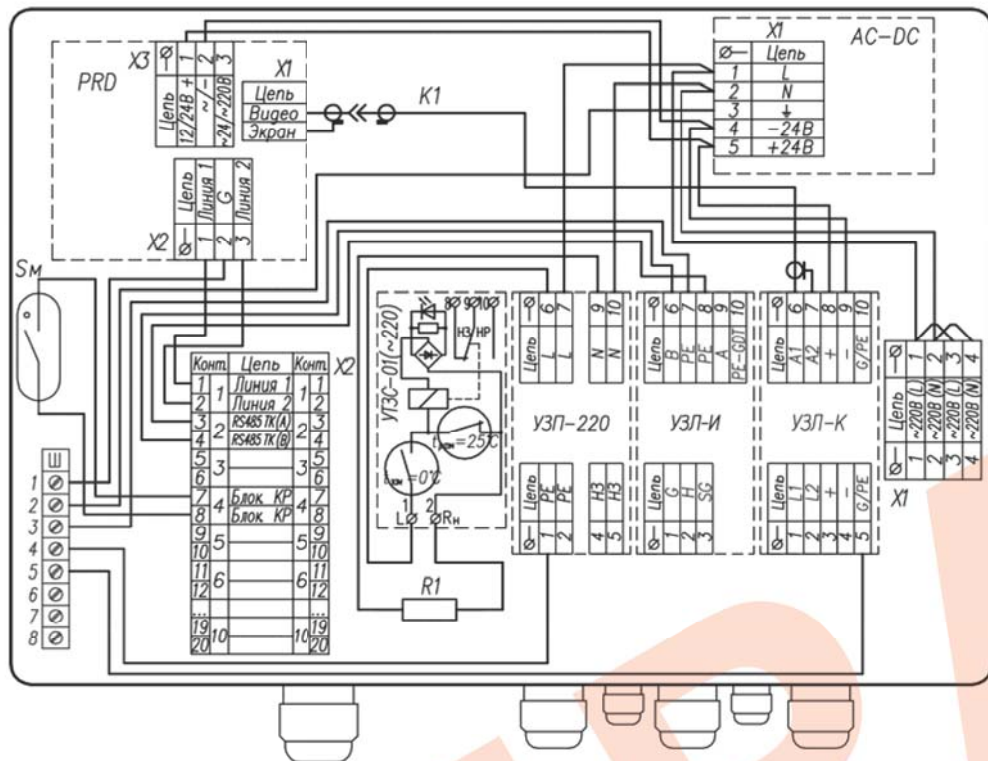
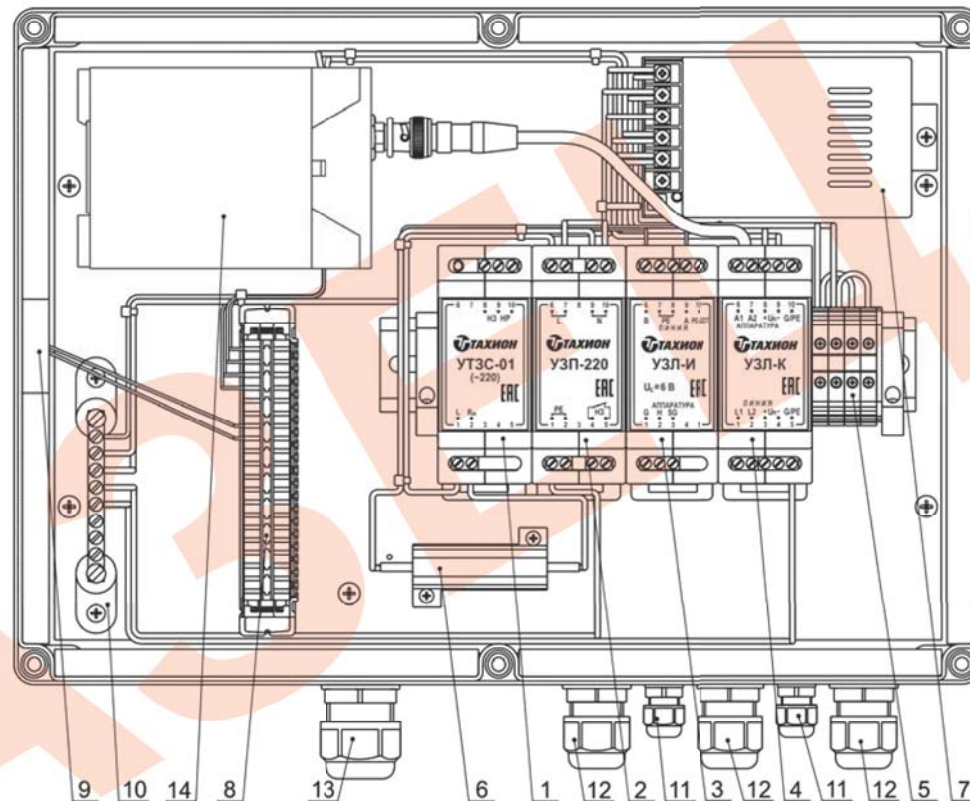

Рис.2 Схема электрическая принципиальная
Рис.1 Устройство КМГО-220-02 (крышка не показана)
В состав изделия входят (см. рис.1 и рис.2):
Подключение цепей изделия производится в соответствии со схемой электрической принципиальной (рис.2). Для подключения необходимо:
2. Заземлить любой свободный контакт шины заземления Ш (поз.10 рис.1).
- линию интерфейса RS485 к контактам 3 (A) и 4 (B) планты X2;
- магнитоконтактный извещатель Sm (поз.9 рис.1) к внешнему устройству сигнализации через контакты 7 и 8 (4-я пара) планты X2.